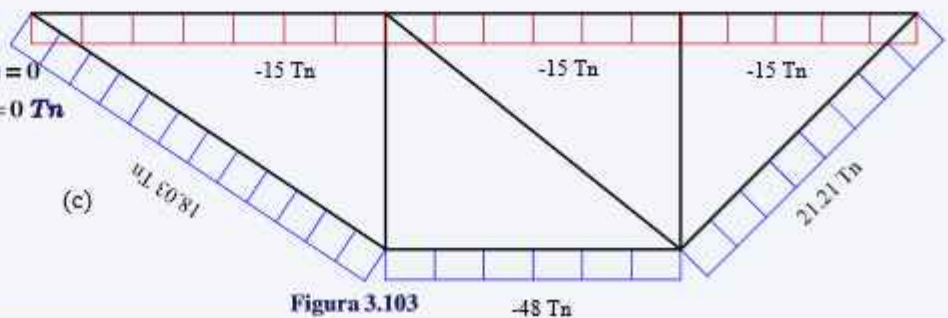

Figura 3.103
Paso ③: Aplicación de condiciones de equilibrio sobre la sección elegida, figura 3.103 (b).